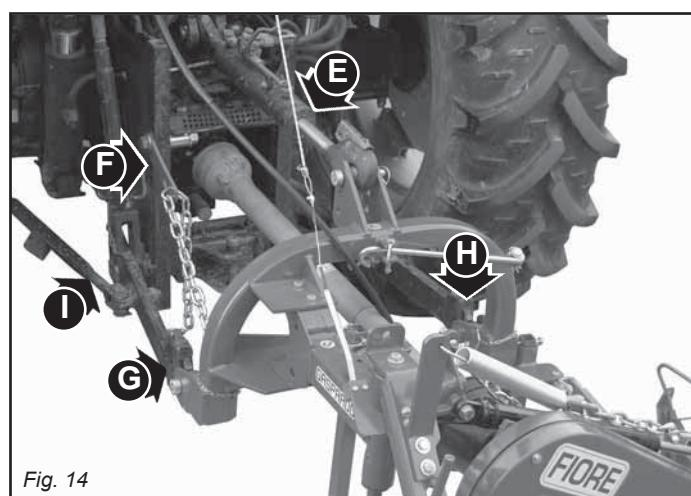
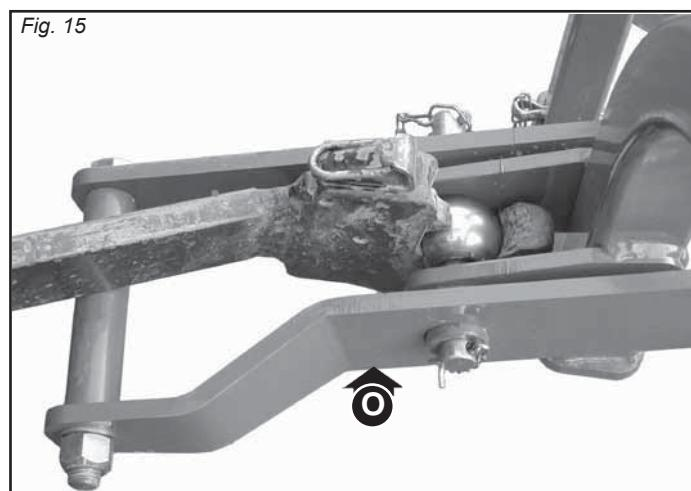

Fig. 14
Fig. 15
- 1 - Prindeți barele elevatorului în bolurile prevăzute (G și H, Fig. 14). Brațul de ridicare (O, Fig. 15) trebuie să fie poziționat sub brațul tractorului. Blocați cu știfturele de siguranță.
- 2 - Cuplați al treilea punct superior și efectuați o reglare corectă cu tirantul de reglare (E, Fig. 14). Plăcuța (F, Fig. 14) trebuie poziționată în stânga tirantului, solidară pe același șift. Apoi șiftul trebuie blocat cu siguranță corespunzătoare.
- 3 - Prin intermediul tiranților corespunzători (I, Fig. 14) blocați barele paralel cu tractorul. Acest lucru trebuie efectuat, pentru a evita orice deplasare, în sens orizontal a cositorii.